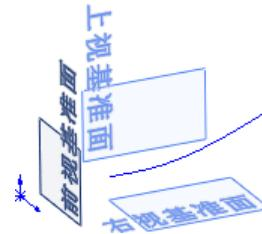

图 6.2.2 创建通过 XYZ 点的曲线
Step4. 单击 **确定** 按钮，完成曲线的创建，结果如图 6.2.2 所示。